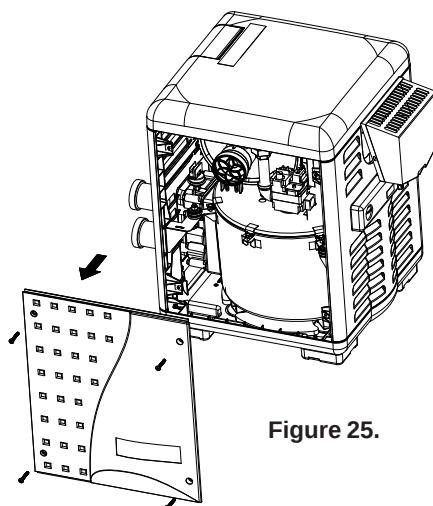

Figure 25.
5. Retirer les panneaux d'accès en dévissant les quatre vis de chaque porte, soulever ensuite les portes du panneau inférieur. S'il s'avère nécessaire, les vis peuvent servir de poignées, voir la figure 25.
3. Retirer les panneaux d'accès, voir la figure 25.